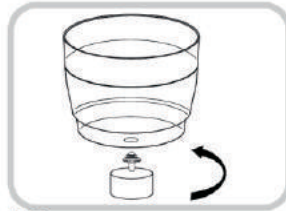
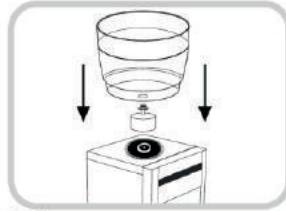

Fig.6
Fig.7
2. Atornille la Válvula Flotante a la base del Barril Inferior (Fig. 6). Coloque el Barril Inferior con la Válvula Flotante anexa encima del dispensador de agua. Asegúrese que el Barril Inferior quede bien nivelado y seguro en la parte superior del dispensador de agua. Una vez que la Válvula Flotante esté fijada al Barril Inferior, ésta quedará suspendida dentro del dispensador de Agua (Fig. 7).